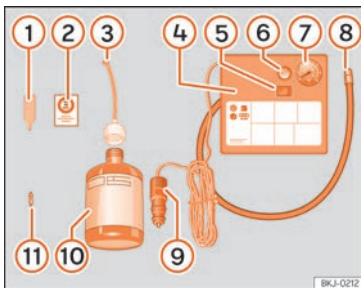

Fig. 68 Representación estándar: contenido del kit antipinchazos.
- Desenrosque la caperuza y el obús de la válvula del neumático. Utilice el aparato »» fig. 68 ① para extraer el obús. Colóquelo en una superficie limpia.
- Agite con fuerza la botella de sellante de neumáticos »» fig. 68 ⑩.
- Enrosque el tubo de inflado »» fig. 68 ③ en la botella de sellante. El precinto de la botella se romperá automáticamente.
- Retire el tapón del tubo de llenado »» fig. 68 ③ y enrosque el extremo abierto del tubo en la válvula del neumático.
- Vuelva a colocar el obús con el aparato »» fig. 68 ① en la válvula del neumático.
- Enrosque el tubo de inflado del neumático del compresor »» fig. 68 ⑧ en la válvula del neumático.
- Compruebe que el tornillo de evacuación de aire está cerrado »» fig. 68 ⑥.
- Acople el conector »» fig. 68 ⑨ a toma de corriente de 12 voltios del vehículo »» 🛠️ pág. 167.
- Conecte el compresor de aire con conmutador ON/OFF »» fig. 68 ⑤.
- Pegue el adhesivo »» fig. 68 ② en el cuadro de instrumentos, dentro del campo visual del conductor.